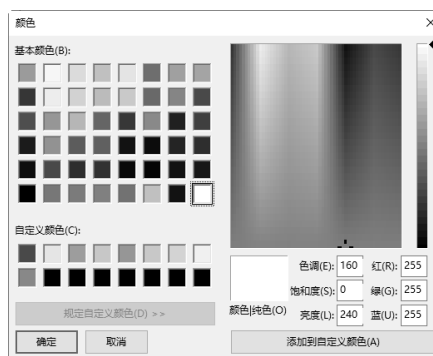

图 1-40 “颜色”对话框
(3) 在右侧“颜色方案设置”栏中选择“视区背景”, 然后单击“编辑”按钮, 此时系统弹出如图 1-40 所示的“颜色”对话框, 在其中选择设置的顏色, 然后单击“确定”按钮。也可以使用该方式, 设置其他选项的颜色。
(4) 确认背景颜色设置。单击对话框中的“确定”按钮, 系统背景颜色设置成功。